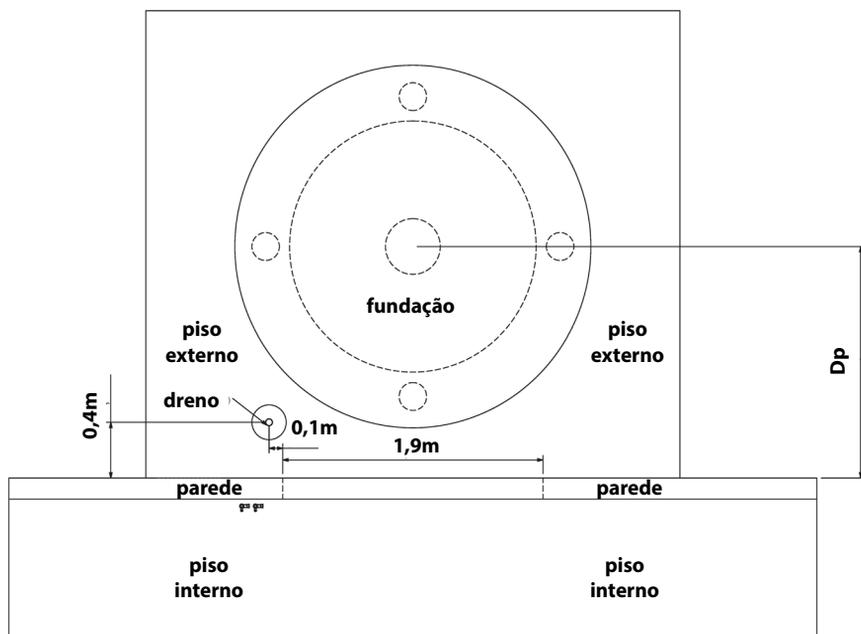

Fig. 3.1- vista superior da construção civil
- O dreno da limpeza do resfriador deve ser instalado conforme a **Fig. 3.1** e **3.3** Como sugestão, instale um tubo com uma sobra de 200 milímetros para fora do piso.